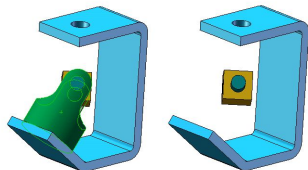

图 8-24 压缩零部件
(3) 在弹出的菜单中选择【压缩】命令，选择的零部件被压缩，如图 8-24 所示。